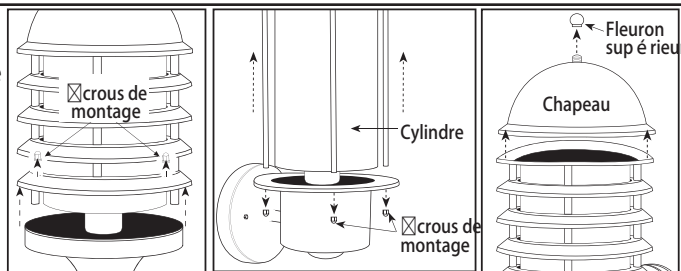

Figure 11
- i. Si l'applique est à petits volets, dévisser les écrous de montage inférieurs. Soulever légèrement le corps de l'applique, insérer l'ampoule et refixer le corps au moyen des écrous de montage (voir la figure 11).